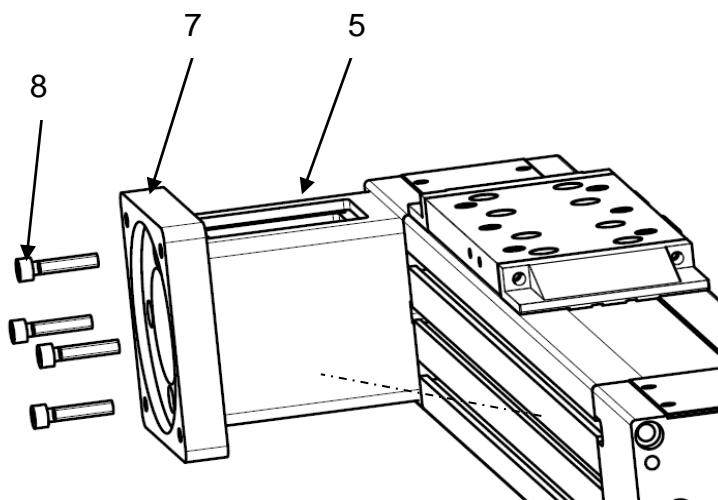

Рисунок 5 – Установка фланца.
3) установить фланец монтажного комплекта (поз. 7) на корпус (поз. 5) с помощью винтов (поз. 8) (см. рисунок 5);